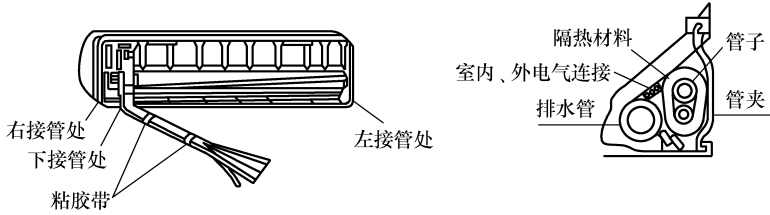

图 5-15 管路的布置
1) 管路的布置。根据选择的室内、外机的安装位置以及穿墙孔的位置,布置连接管、排水软管和连机线,布管时排水管要放在下面,连接线要放在上面。排水管一定要用隔热材料进行缠绕保温处置。管路的布置如图5-15所示。